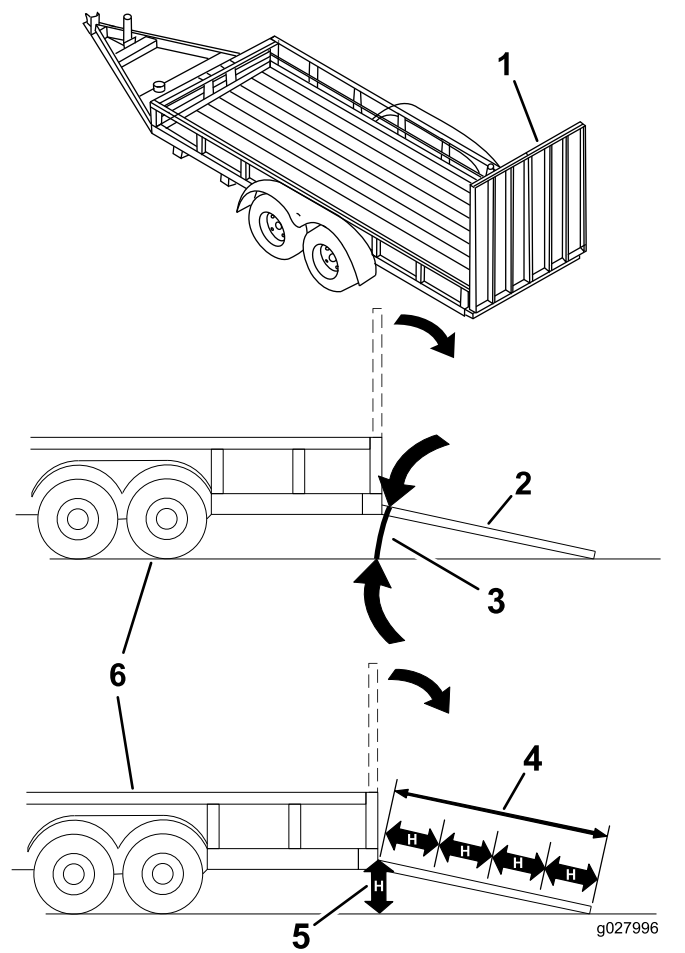

Figura 37
Quando si carica la macchina su un trailer o un autocarro si aumenta il rischio di ribaltamento, che può causare gravi ferite ed anche la morte (Figura 37).
3. Abbassate la rampa, assicurandovi che l'angolazione tra la rampa e il terreno non superi 15 gradi (Figura 37).
1. Abbassate la rampa, assicurandovi che l'angolazione tra la rampa e il terreno non superi 15 gradi (Figura 37).